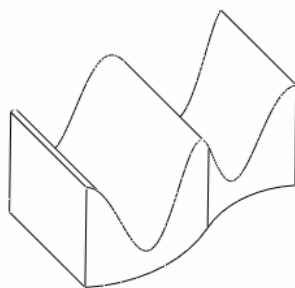

图 18-8
- (9) 单击 , 完成草图绘制, 单击特征操控板中的 按钮, 完成可变剖面扫描特征的建立, 结果如图 18-8 所示。